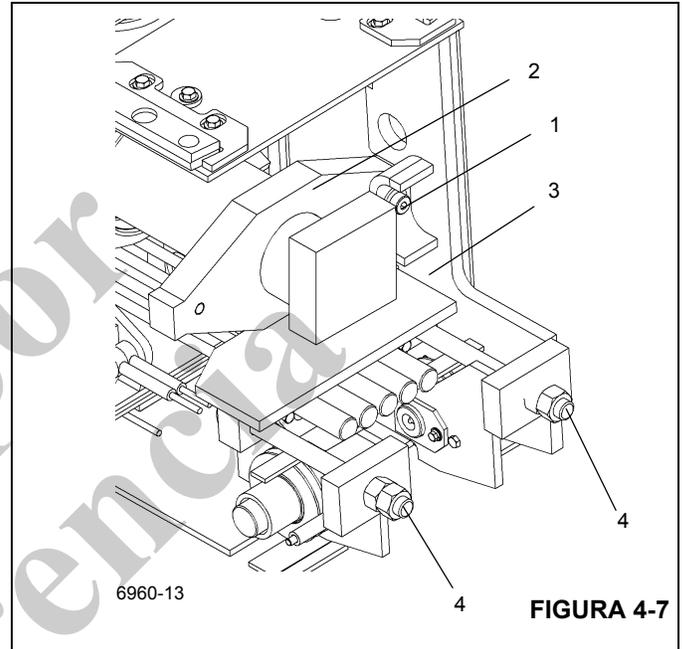

FIGURA 4-7
3. Saque los dos pernos y arandelas (1) que fijan la varilla interior del cilindro (2) a la parte trasera de la sección central interior (3) (Figura 4-7).
4. Saque las tuercas (4) de los pernos de ajuste del miembro soldado del carruaje del cable de extensión (Figura 4-7).